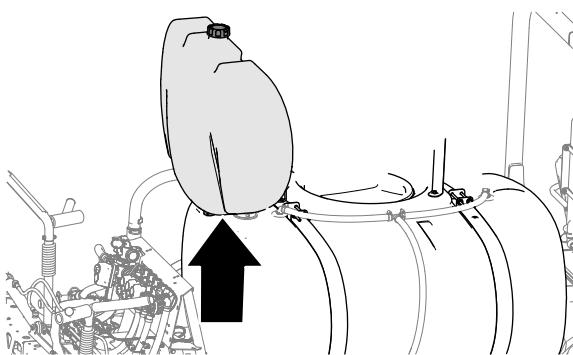

**Bild 4**
5. Entfernen Sie die zwei Schrauben, vier Scheiben und zwei Sicherungsbundmuttern, mit denen die zwei Befestigungshalterungen für den Spülbehälter an der Ventilbefestigung befestigt sind, und nehmen Sie die Befestigungshalterungen ab (Bild 4).